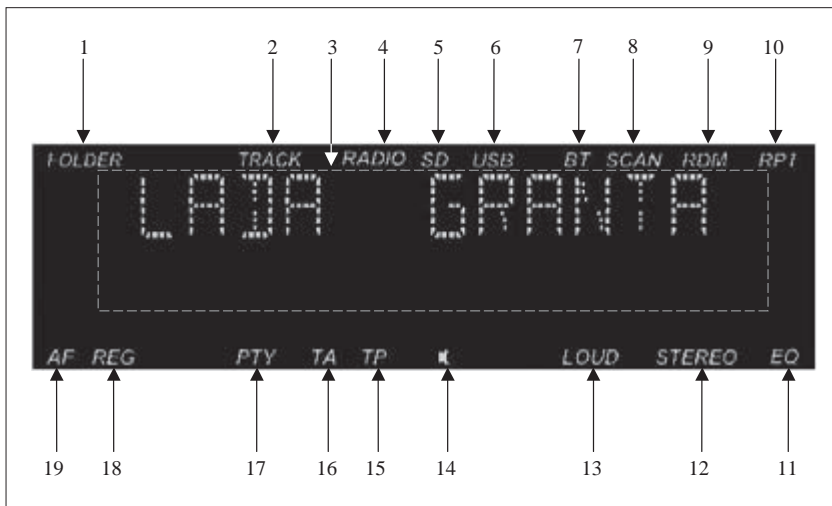

Рис. 3. Дисплей радиоприемника
1.3.1 На рис. 3 представлен внешний вид дисплея: